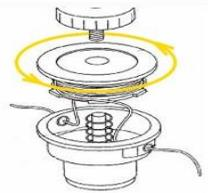

Рисунок 3
- намотайте жилку на шпулю у напрямку, зазначеному стрілкою (рисунок 3), слідкуючи за тим, щоб кожен відрізок жилки знаходився у своєму відділенні;